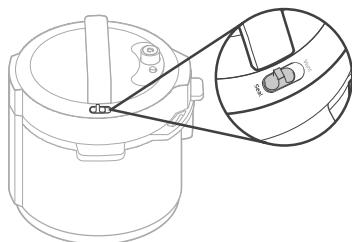

Figura 1.1
- Cuando cocine con una función de cocción a presión, el interruptor de liberación de vapor se moverá automáticamente a "Sellar" cuando esté cerrado. **[Figura 1.1]**